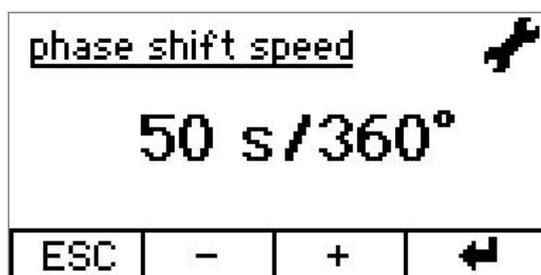

Рисунок 6.2.2. Меню настройки скорости фазового сдвига
3. Откроется окно *phase shift speed* (рис. 6.2.2).